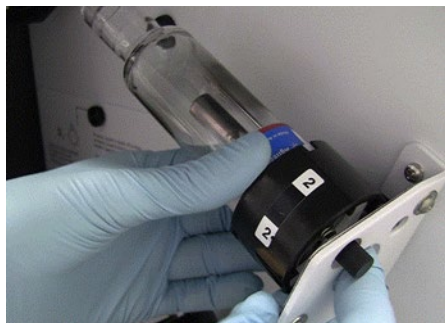

Figure 86. Support de lampe à cathode creuse
- 4 Maintenez appuyé le bouton blanc situé sous la douille (voir Figure 86 page 132).